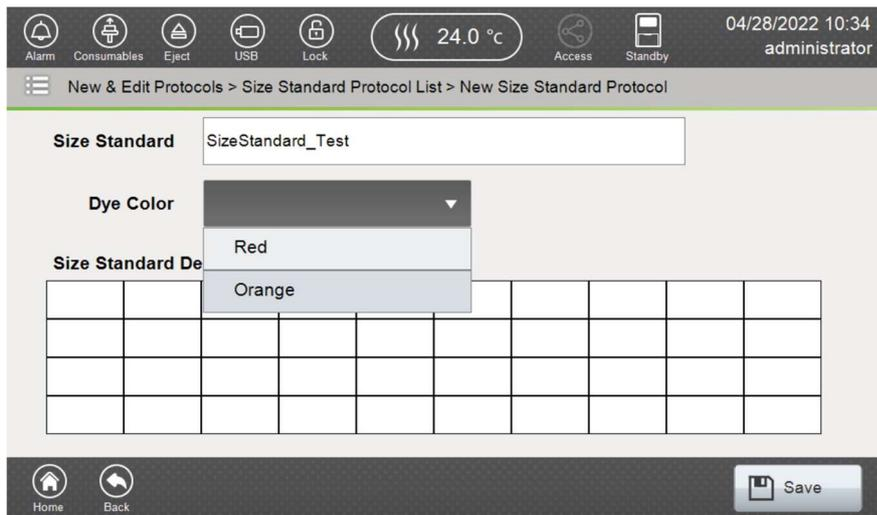

図 136 New Size Standard Protocol 画面
3. Size Standard ID を入力し、Dye Color のプルダウンリストから **Red** か **Orange** を選んでください。（図 136）